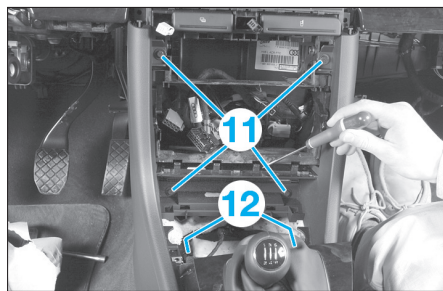

Fig. 10
• Dépose les vis (11) et (12) (Fig.10).